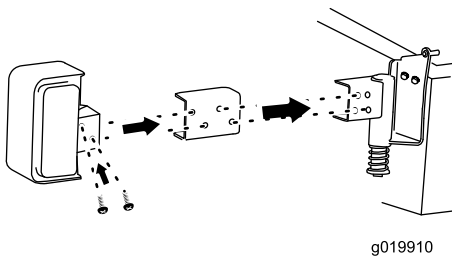

Figura 7
3. instale el soporte pequeño incluido con el kit en el conjunto de pivote de la izquierda usando las fijaciones del paso 2 (Figura 7).
4. Instale la luz izquierda en el soporte usando las fijaciones del Paso 1 (Figura 7).